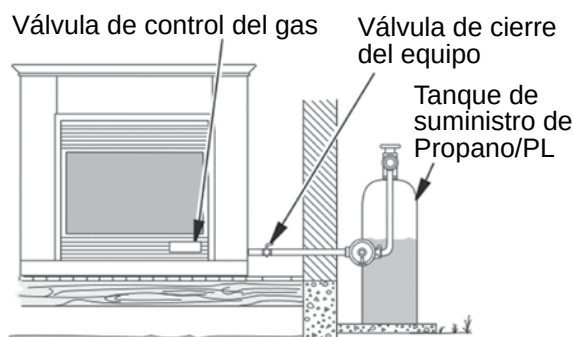

Fig. 18.1 -
3. Revise todas las juntas del medidor de gas a la válvula de cierre del equipo (Ver Fig.18.1 o 18.2). Aplique una mezcla de jabón líquido y agua en las juntas de gas. Si se forman burbujas, puede haber una fuga.
- (Ver Fig. 18.1 o 18.2) Aplique una mezcla de jabón líquido y agua en las juntas de gas.